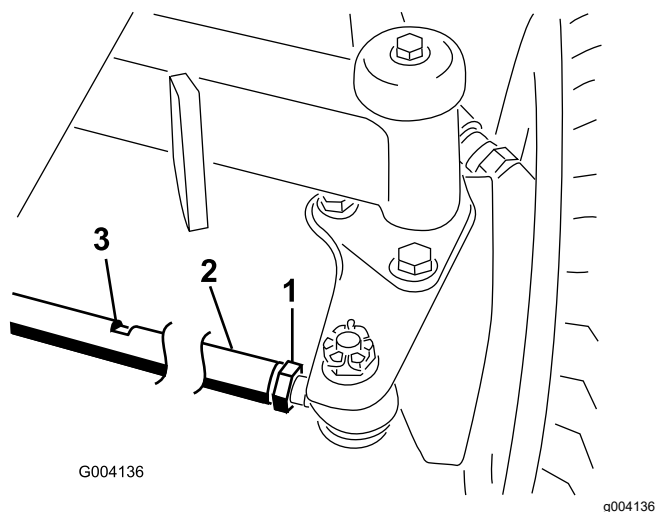

図 108
1. 各タイロッド **図 108**の端についているジャムナットをゆるめる。